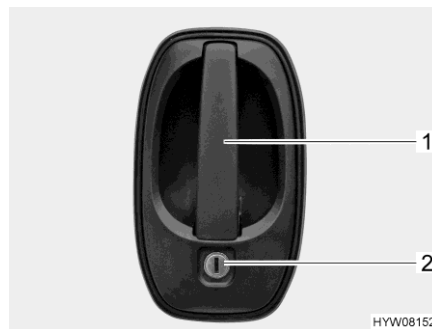

Fig. 32 Serratura della porta (porta di ingresso, lato esterno)
- Inserire la chiave nel cilindro della serratura (Fig. 32,2) e ruotare fino a quando la serratura della porta si sblocca.
- Tirare la maniglia della porta (Fig. 32,1). La porta è aperta.
- Inserire la chiave nel cilindro della serratura (Fig. 32,2) e ruotare fino a quando la serratura della porta si blocca.